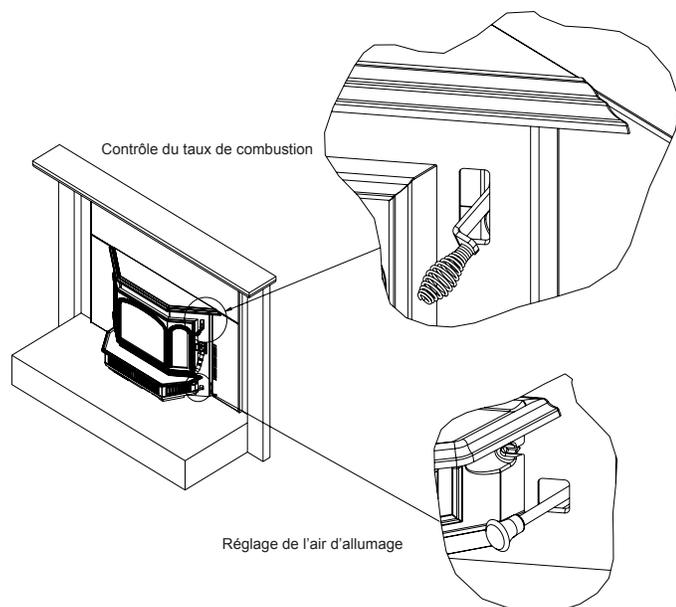

Figure 13.1 Réglages de l'air à l'allumage et de combustion
- Glissez la commande de réglage de l'air à l'allumage entièrement vers l'arrière jusqu'à la butée, puis tirez-la vers l'avant jusqu'à la butée (**Figure 13.1**).
- Le feu est alors contrôlé par le réglage de l'air de combustion (**Figure 13.1**).
- Poussez en arrière le réglage de l'air à l'allumage à 9,5 mm (3/8 po) pour permettre à l'air d'entrer dans la boîte à feu (**Figure 13.1**).
- Activez ensuite le système de minuterie ACC en poussant le bouton en position élevée, complètement vers l'arrière de l'appareil, puis ramenez-le vers l'avant de l'appareil jusqu'à ce que le bouton s'arrête (**Figure 13.1 à la page 13**).